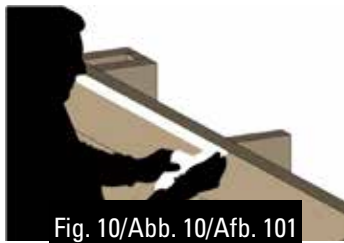

Fig. 10/Abb. 10/Afb. 101
- Stick the two-faced adhesive tape panel by panel, aligning it with the upper part of the top boards (figure 10). If the wood is slightly humid and dusty, it can be smoothened using sandpaper to facilitate adherence.
- Collez l'adhésif double face pan par pan, en l'alignant au sommet des madriers supérieurs (figure 10). Si le bois est un peu humide ou poussiéreux, vous pouvez l'adoucir avec un papier de verre pour faciliter l'adhérence.
- Kleben Sie das doppelseitige Klebeband, Paneel nach Paneel, auf, indem Sie es am oberen Teil der oberen Bretter ausrichten (Abb. 10). Wenn das Holz ein wenig feucht oder staubig ist, können Sie es mit Sandpapier glätten, um das Anhaften zu erleichtern.
- Plak het dubbelzijdig plakband van paneel tot paneel, in lijn met het bovenste deel van de bovenste planken (afbeelding 10). Indien het hout een beetje nat of stoffig is, kunt u het met schuurpapier gladder maken zodat de hechting beter is.